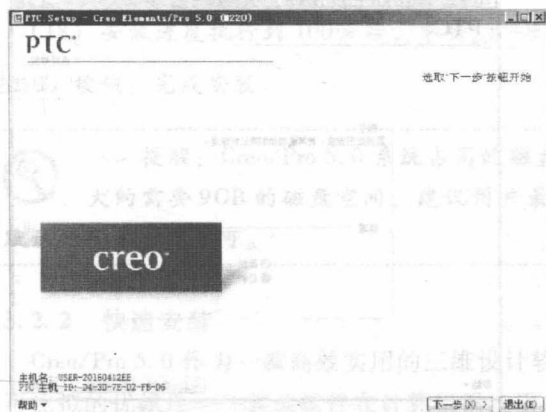

图 1-5 记录安装界面左下角的 ID 号
- (3) 打开 Creo/Pro 5.0 安装包，双击“setup”文件开始安装，弹出如图 1-5 所示的安装界面。
(4) 记录安装界面中左下角的“PTC 主机 ID”，此处为“D4-3D-7E-D2-FB-D6”。